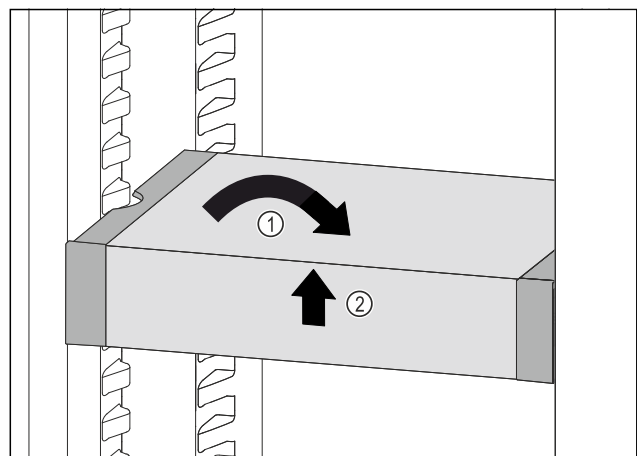

Fig. 64
- ▶ VarioSafe gerade stellen. *Fig. 64 (1)*
- ▶ VarioSafe vorne anheben. *Fig. 64 (2)*